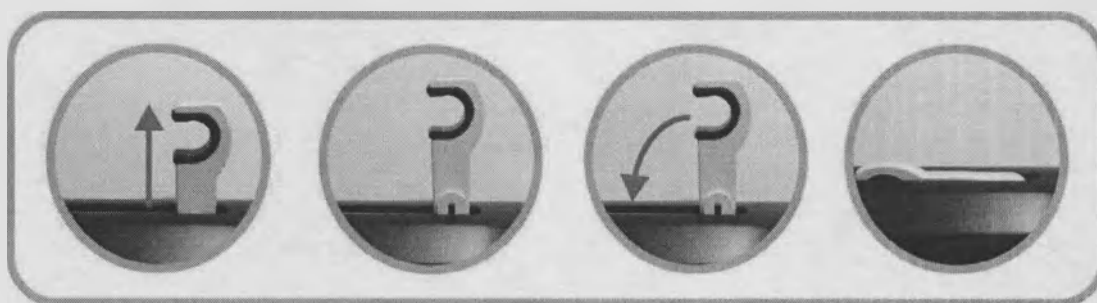

Рис. 3G. Зажим для хранения
3. При необходимости освободите зажим для хранения, затем сложите, чтобы убрать. См. **рис. 3G**.